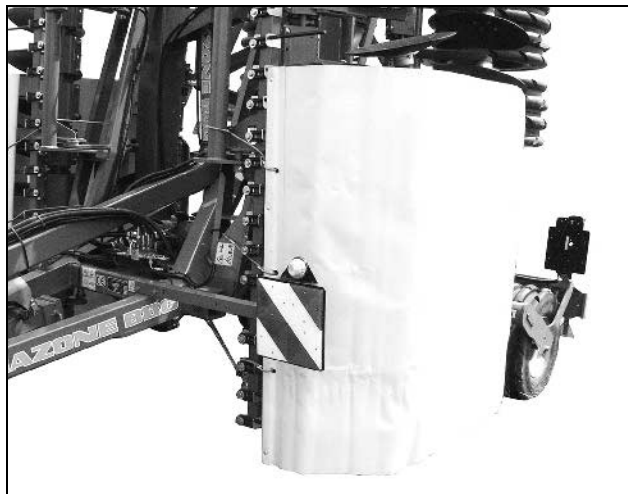
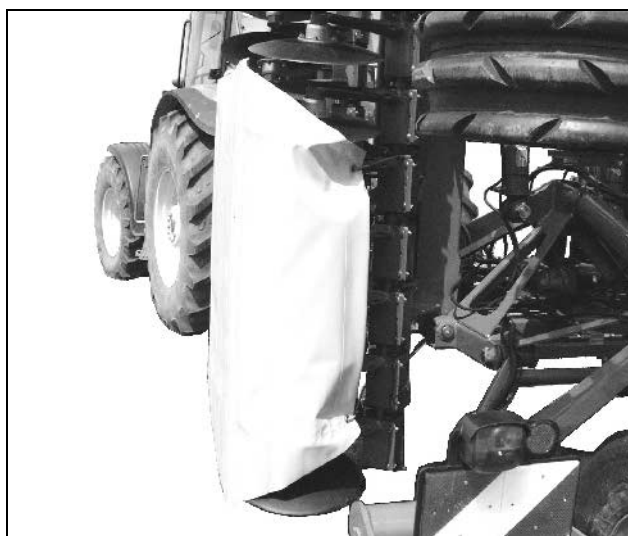

Fig. 24
Fig. 25
- Täck över tallriksraderna med skyddspresenningen och fixera med spännbanden. (3 band framtill (Fig. 24) / 2 band baktill (Fig. 25).